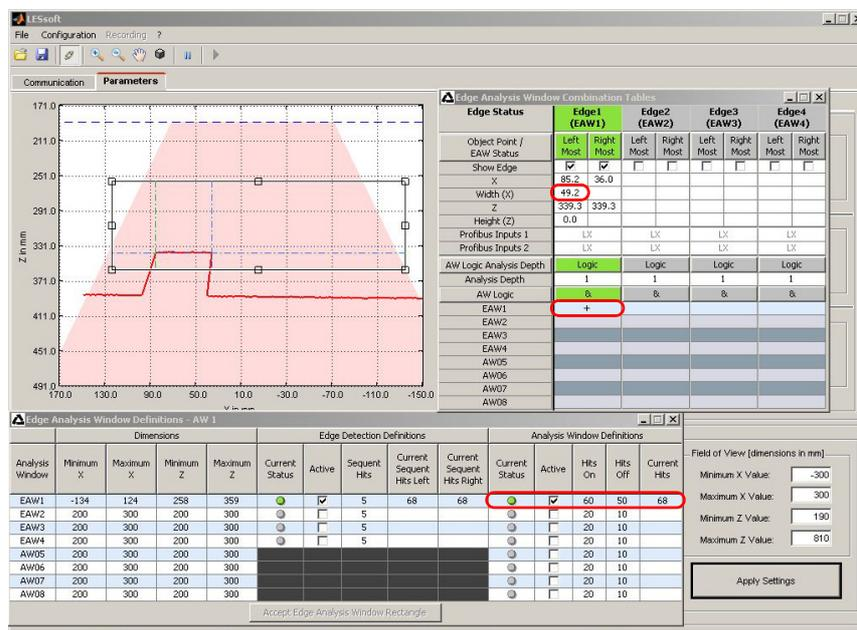

Figure 9.9 : Exemple d'application 3.1 : contrôle de la largeur d'objets cubiques avec détection d'objet
La valeur seuil pour la détection d'objet dans EAW1 est de 60 hits. La Figure 9.9 représente un objet large avec Current Hits = 68 dans la plage de mesure du LES. L'objet est détecté, le statut de la détection d'objet est vert (ok). Dans la fenêtre Edge Analysis Window Combination Tables, la détection d'objet supplémentaire s'active en sélectionnant + dans EAW1. Tous les résultats sont verts (ok). La largeur déterminée du carton est de 49,2 mm (colonne Edge1 -> ligne width (X)).